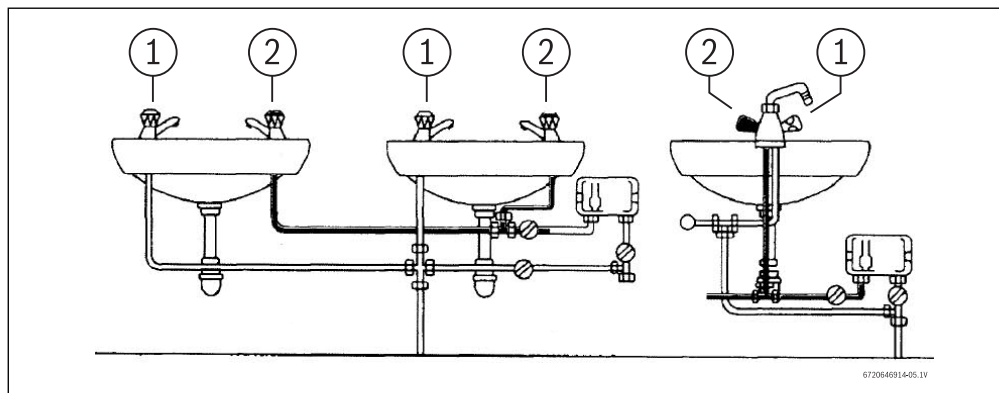

Fig. 4 Exemples d'installations (Vue frontale)
- Installer le chauffe-eau comme indiqué (Fig. 4 ). La conduite d'eau chaude doit être le plus court possible en vue d'économiser l'énergie.
- L'unité doit être installée comme indiqué Fig. 4 avec les raccords d'eau en bas. Elle ne peut en aucun cas être installée d'une autre manière.